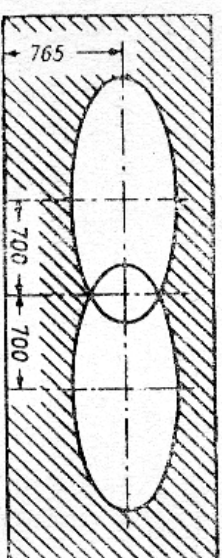

Рис. 77. Размеры экрана для регулировки фар.
3. Включите дальний свет и, закрыв одну из фар, установите другую винтами наводки (сверху и сбоку фары, под ободком) так, чтобы центр светового пятна на экране был на высоте 765 мм от пола и на 700 мм от оси автомобиля (рис. 77).